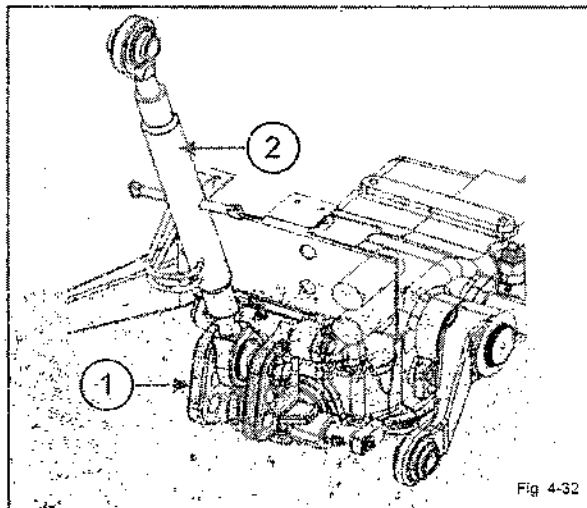

Fig 4-32
- Acoplamento de três pontos para levantador mecânico com três orifícios para acoplar o implemento. (Fig. 4-32)